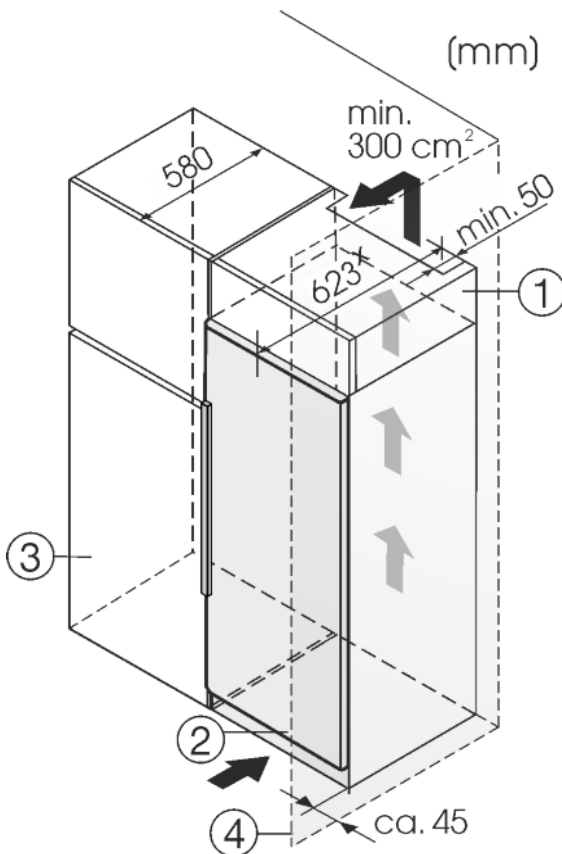

Fig. 8
- (1) Шафа для встановлення на пристрої
- (2) Пристрій
- (3) Кухонна шафа
- (4) Стінка
Пристрій можна комбінувати з кухонними шафами. Для того, щоб пристрій Fig. 8 (2) вирівняти по висоті кухонної секції, на пристрій можна встановити антресольну секцію Fig. 8 (1).
Якщо пристрій встановлюється поряд зі стінкою Fig. 8 (4), відстань між пристроєм та стінкою повинна бути не менше 40 мм. Це відповідає необхідній відстані для ручки після відкриття дверцят.